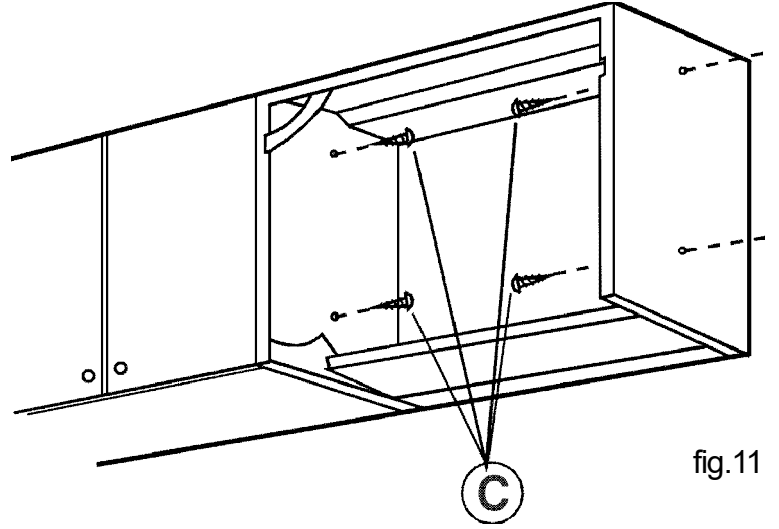

fig.11
8. Procédez à la fixation définitive en bloquant l'appareil aux éléments suspendus au moyen des 4 vis C (Fig. 11).